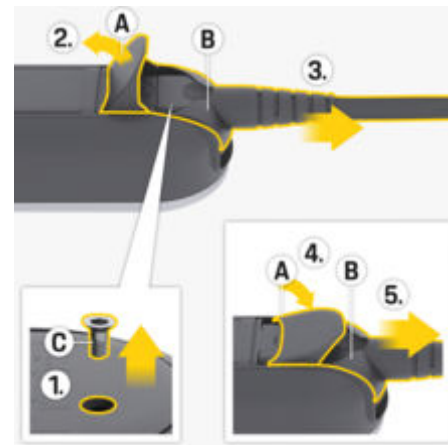

Fig. 67: Desconectando o cabo de alimentação
1. Remova o parafuso **C** (Fig. 67) usando uma ferramenta adequada.
2. Abra completamente a tampa **A** (Fig. 67).
3. Puxe o conector **B** (Fig. 67) até sentir a resistência pela primeira vez.
4. Feche a tampa **A** (Fig. 67) até cerca de 15 graus (a tampa pode encostar no conector **B** (Fig. 67)).
5. Puxe o conector **B** (Fig. 67) completamente.